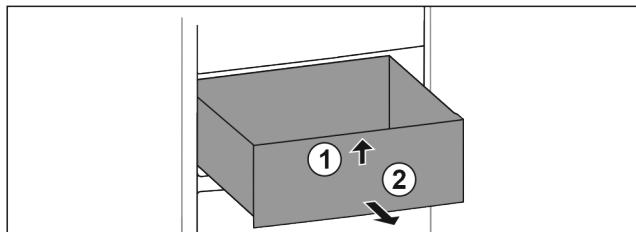

Fig. 120
- Predal spredaj dvignite. Fig. 120 (1)
- Predal vzemite ven v smeri naprej. Fig. 120 (2)